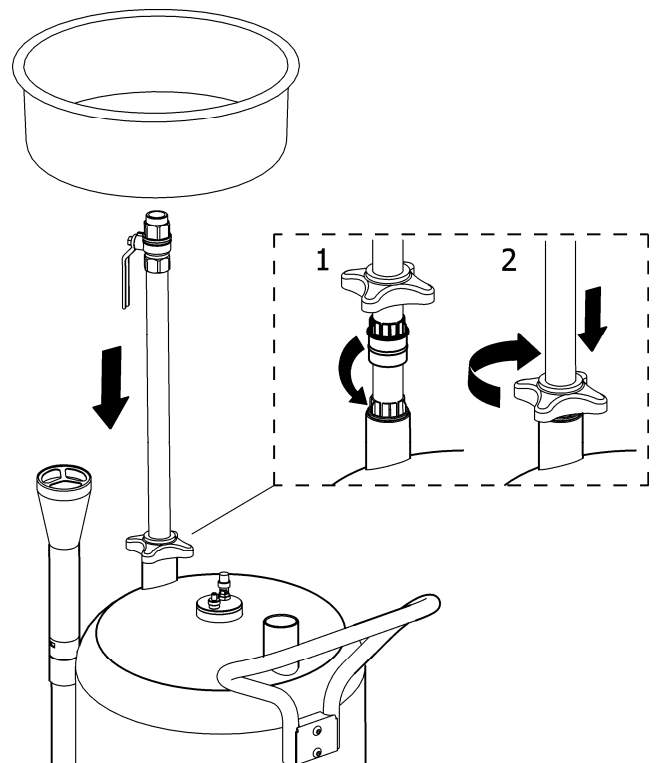

Fig 3
(GB) Assemble the tube with the funnel and fix the assembly on the tank. Fig 3.
(SE) Montera ihop röret med skålen, sätt ner det i tanken och fäst det enligt Fig 3.
(FR) Monter le tube avec l'entonnoir et fixer l'ensemble au reservoir. Fig 3.